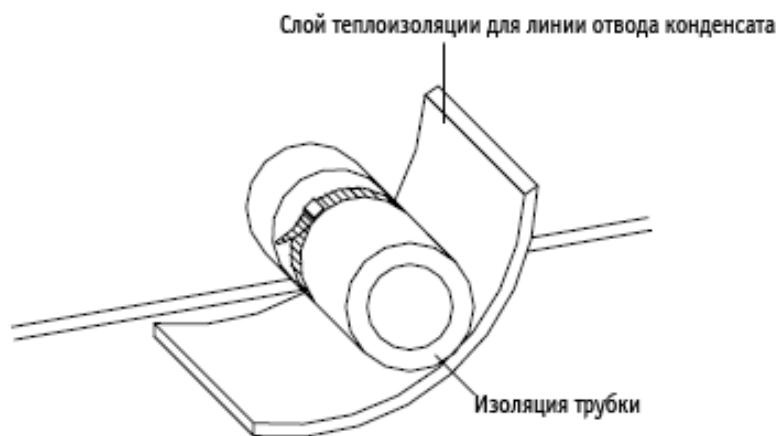

Рис. 11 Теплоизоляция линии отвода конденсата
- (1) Линии отвода конденсата должны проходить под углом 5-10 градусов для облегчения дренажа. Стыки дренажных линий должны теплоизолироваться во избежание образования конденсата. (См. рис. 11)
- (2) Подключение дренажных линий предусмотрено как с левой, так и с правой стороны внутреннего блока. После выбора направления вывода конденсата противоположное отверстие необходимо закрыть заглушкой и надежно зафиксировать ее во избежание протечек. При изоляции необходимо использовать теплоизолирующие материалы.